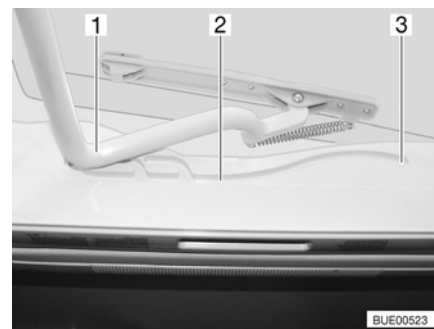

Bild 37 Heki-taklucka, spår
- Dra in bygel (Bild 37,1) i spåren (Bild 37,2) till den bakersta positionen (Bild 37,3).
- Tryck bygel (Bild 37,1) lätt uppåt med båda händerna.
- Drag bygel till önskad position i spåret (Bild 37,2).